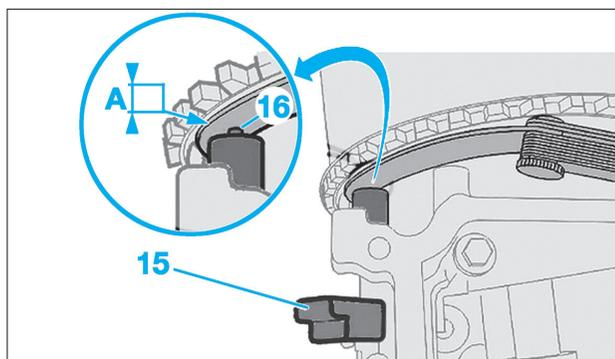

Fig. 49
- Reposer le capteur de position d'arbre à cames (15) (Fig.49).
- capteur neuf : mettre en contact le téton (16) du capteur avec l'une des trois cibles de la poulie d'arbre à cames.
- l'arbre à cames (8),
- les linguets à rouleaux (9),